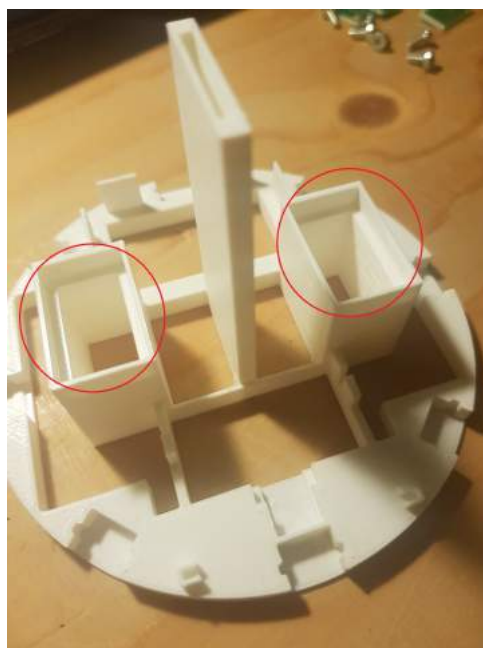

FIGURE 2 – Emplacement pour la fixation des moteurs
2. Fixer les moteurs par serrage aux emplacements prévus à cet effet (cf figure 2).